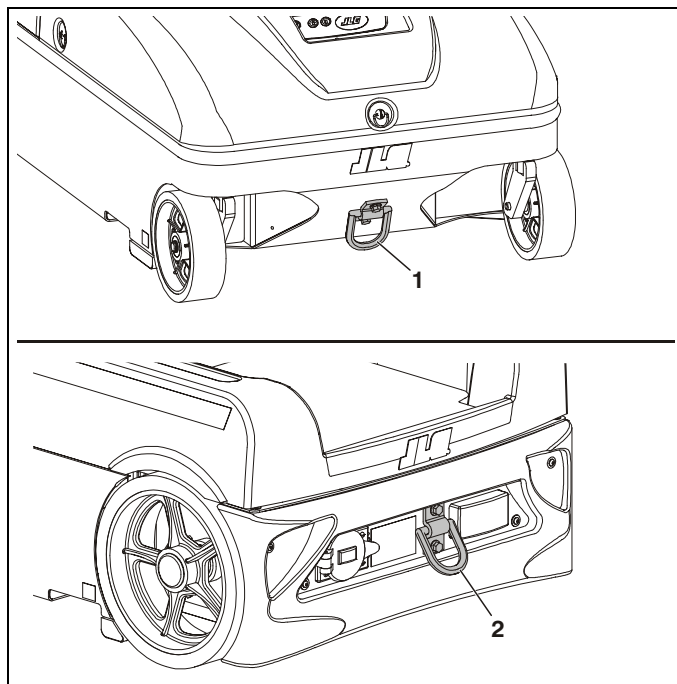

Figura 3-10. Opcional - Olhal de amarração dianteiro e traseiro.
- Carregada num veículo de transporte e conduzida para o local de trabalho, quando equipada com o Olhal de amarração frontal e traseira (opção). (Ver Figura 3-10. na página 3-30)